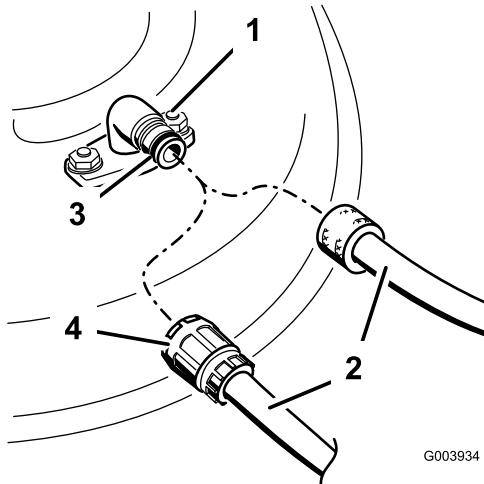

Bild 55
3. Montieren Sie die Schlauchkupplung auf die Kupplung am Mähwerk-Spülanschluss und drehen Sie das Wasser mit starkem Druck auf (Bild 55).